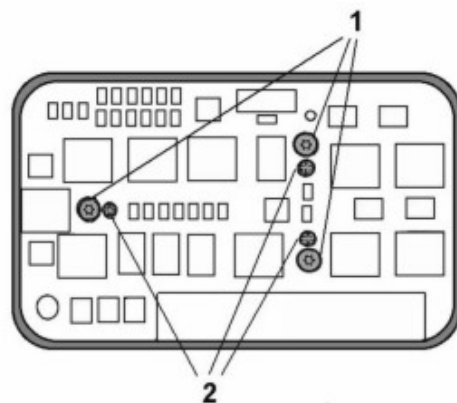

Abbildung 6.
22. Relais (2) und Sicherung (1) einsetzen (Abbildung 6).